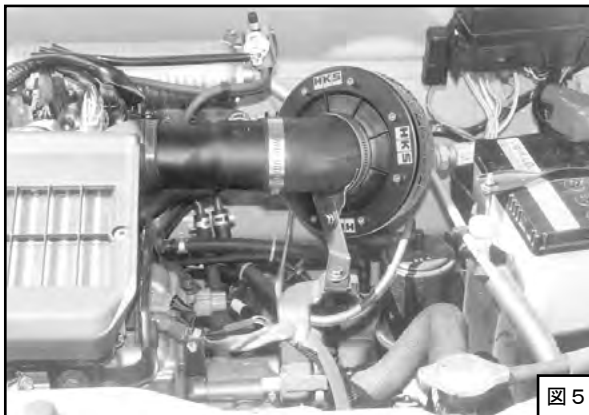

図 5
(4) パワーフロー本体がボディなどと干渉しないように位置を決めてください。位置が決まったら、ホースバンド・ボルトを固定してください。この時ホースバンド・ボルトを締めすぎないようにしてください。(図5)